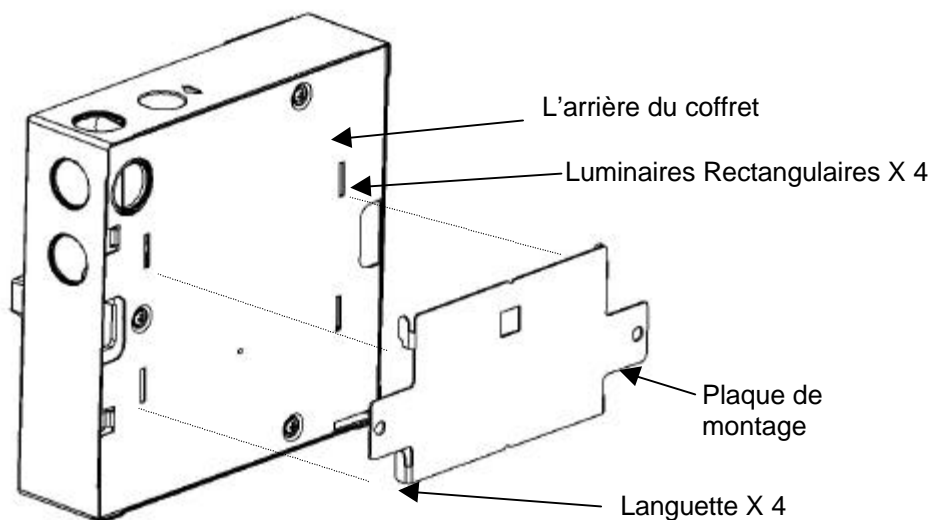

Figure 13 Installation du détecteur sur le support
- Monter le détecteur sur la plaque en plaçant les quatre fentes rectangulaires situées sur l'arrière du détecteur sur les quatre languettes de la plaque. Se référer à la Figure 13.